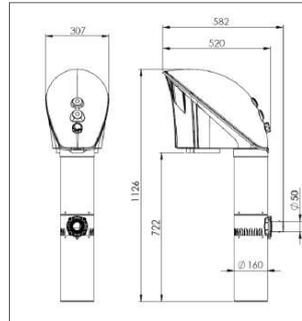

Abb. 1
**Der Wasserspiegel im Pool darf 300 mm über der Achse der Gegenstromdüse nicht überschreiten (siehe Abb. 1).**
Für den korrekten Betrieb der Gegenstromanlage ist es notwendig, dass die Gegenstromdüse am niedrigsten 300 mm unterhalb des Wasserspiegels im Pool eingetaucht wäre (siehe Abb. 1). Der optimale Bereich der Eintauchtiefe der Düse unter dem Wasserspiegel liegt zwischen 200 bis 300 mm. Bei der Installation der Gegenstromanlage in einen Pool ist es nicht erforderlich, die Luft aus dem Pumpengehäuse zu entladen. Daher ist es möglich, die Gegenstromanlage in einen noch nicht gefüllten Pool zu installieren.